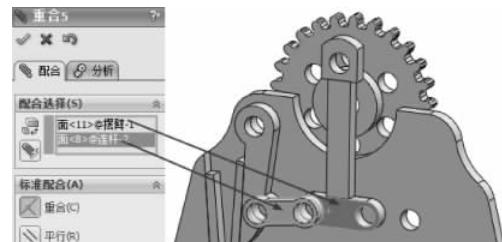

图 3-147 重合配合
(10) 选择【标准配合】选项组下的【重合】配合类型  , 在【要配合的实体】选择框  中选择如图 3-147 所示的面, 其他保持默认, 单击【确定】按钮  , 完成重合配合。